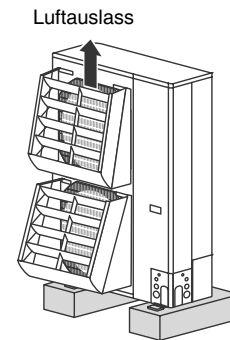

Abb. 2-9
- der Luftauslass in Richtung eines Gehwegs weist, und abgeführte Luft eine Belästigung für Passanten darstellt. Siehe Abb. 2-9.